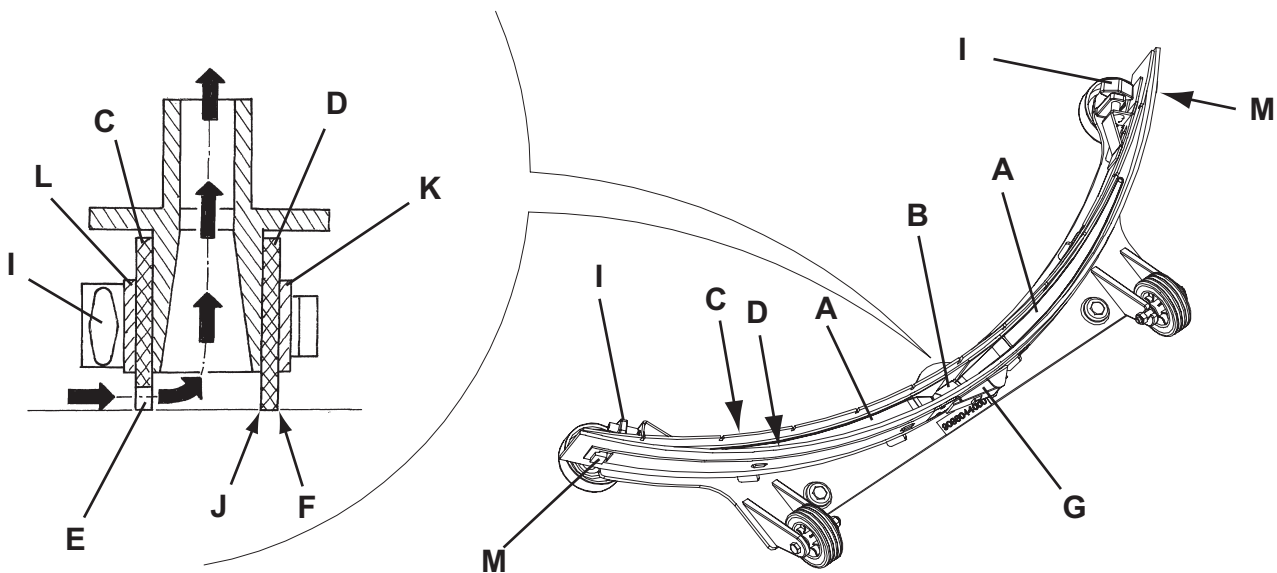

Abbildung 4
3. Sauglippe (21) mit dem Hebel (7) absenken.
4. Sterngriffe (22) lösen und Sauglippe (21) abnehmen.
5. Ansaugrohr (10) von der Sauglippe abnehmen.
6. Die Sauglippe (Abb. 4) waschen und reinigen. Besonders den Schmutz und Abfälle von den Förderöffnungen (A) und der Ansaugöffnung (B) beseitigen. Überprüfen, ob der vordere (C) und der hintere Gummi (D) unversehrt sind und keine Schnitte oder Risse aufweisen, gegebenenfalls austauschen (siehe nachstehender Absatz).
1. Die Sauglippe (Abb. 4) reinigen, und dabei wie angegeben im vorhergehenden Abschnitt vorgehen.
2. Überprüfen, ob die Fugenkante (E) des vorderen (C) und die Fugenkante (F) des hinteren Gummis (D) gleichzeitig in ihrer gesamten Länge auf dem Fußboden aufsitzen. Andernfalls Höhe wie folgt einstellen:
- Zugstange (G) entfernen, Haltevorrichtungen (M) lösen und hinteren Gummi (D) einstellen. Haltevorrichtungen einrasten und Zugstange einbauen.
- Sterngriffe (I) lösen und vorderen Gummi (C) einstellen. Sterngriffe wieder festdrehen.
3. Überprüfen, ob der vordere (C) und der hintere Gummi (D) unversehrt sind und keine Schnitten oder Risse aufweisen, gegebenenfalls wie folgt austauschen. Überprüfen, ob die Vorderkante (J) des hinteren Gummis verschlissen ist. Gegebenenfalls Gummi umdrehen und eine der drei unversehrten Kanten als Vorderkante verwenden. Wenn auch die anderen drei Kanten abgenutzt sind, das Gummi wie folgt ersetzen:
- Den Zugstab (G) entfernen, die Befestiger (M) lösen und den Sperrstreifen (K) entfernen, schließlich das Hintergummi (D) ersetzen/umkehren.
- Sterngriffe (I) aufdrehen, Haltestreifen (L) abnehmen und vorderen Gummi (C) austauschen.